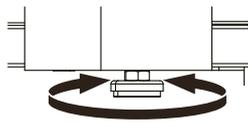
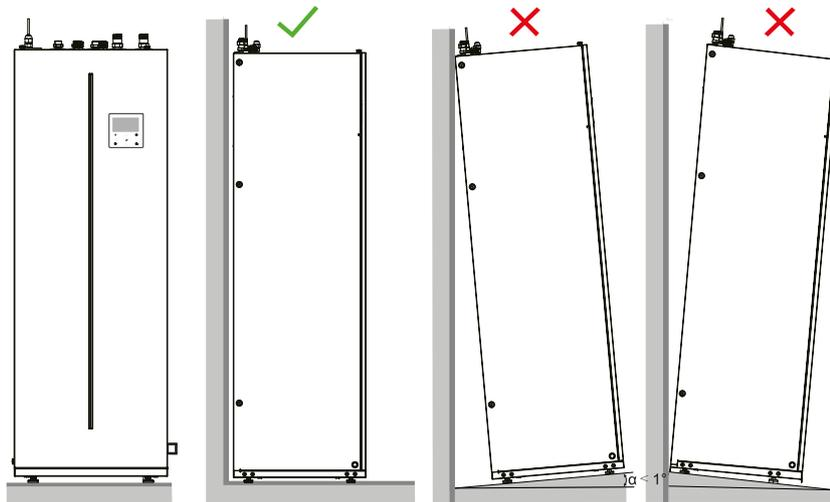

Fig.4-5
Fig.4-6
- Réglez la hauteur des pieds de nivellement (voir Fig.4-5) pour compenser les irrégularités du sol. L'écart maximal autorisé est de 1° (voir Fig.4-6).